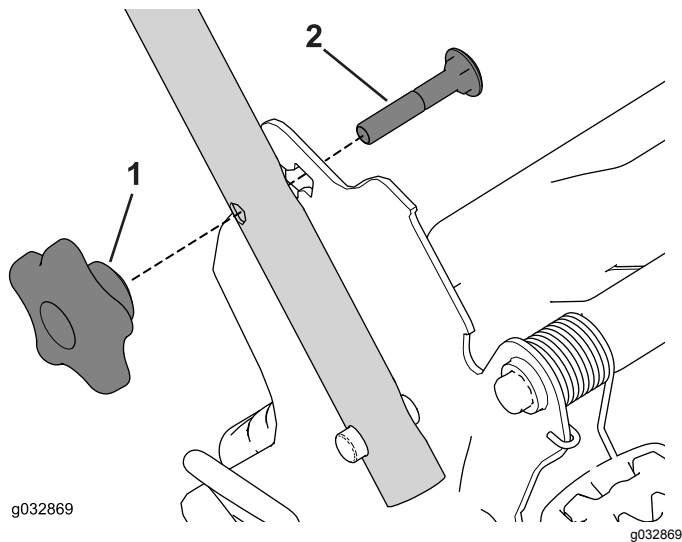

Figura 20
1. Retire y guarde los 2 pomos del manillar y los 2 pernos de cuello cuadrado de los soportes del manillar (Figura 20).